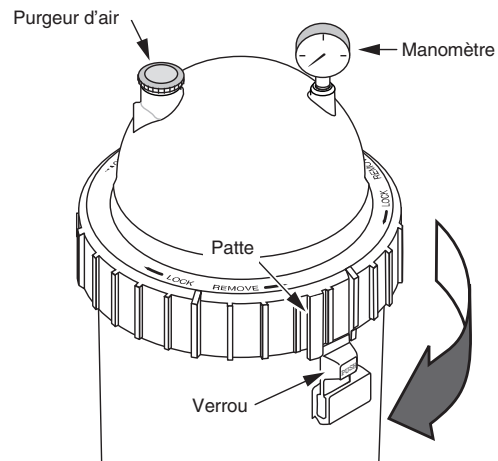

Figure 3 – Tourner la bague Posi-Ring™ jusqu'à ce que la patte se verrouille derrière le verrou de sécurité.
1. Verrouiller en toute sécurité en place la bague Posi-Ring™ en la tournant à DROITE, jusqu'à ce que l'on entende un « déclic », au-delà du verrou de sécurité (se reporter à la Figure 3). Arrêter de tourner la bague dès que l'on entend un déclic au-delà du verrou. Il se peut que la bague semble être légèrement desserrée, mais elle se serrera dès que la pompe fonctionnera et dès que le filtre sera mis sous pression.
2. Poser le manomètre et le purgeur d'air sur le couvercle du corps du filtre (se reporter à la Figure 3).
- C. Tourner la bague Posi-Ring™ à droite jusqu'à ce qu'elle se verrouille, derrière le verrou de sécurité (se reporter à la Figure 3).